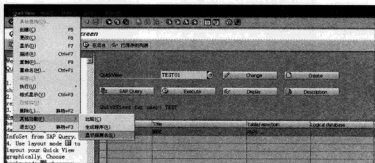

图 12-9 查询报表名称
STEP 9 运行 TCode: SQVI, 输入 QuickView 名称, 选择菜单 “QuickView→其他功能→显示报表名”。知道了报表名称, 就能够在 ABAP 编辑器中查看系统自动生成的代码, 也能够为该列表分配一个事物代码, 如图 12-9 所示。